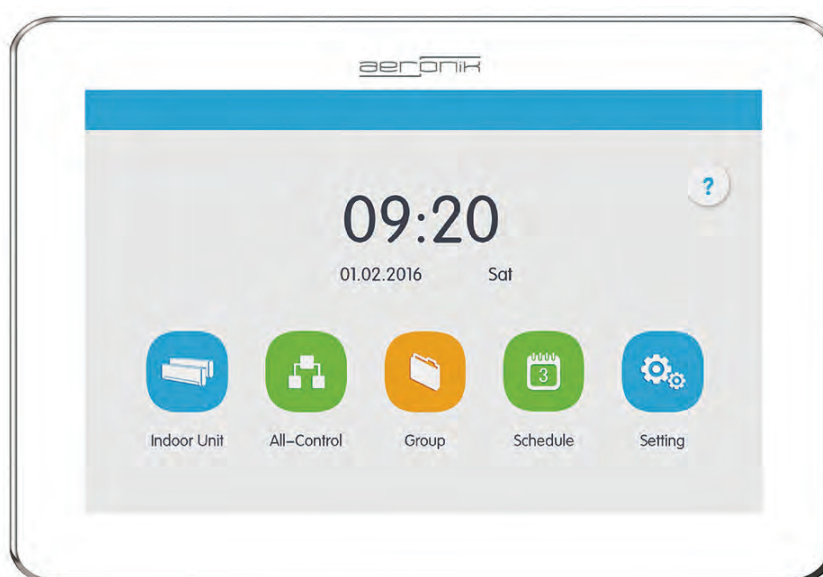

Рис. 8.18.
4. Проводной центральный пульт управления CE52-24/F(C) (рис. 8.18).